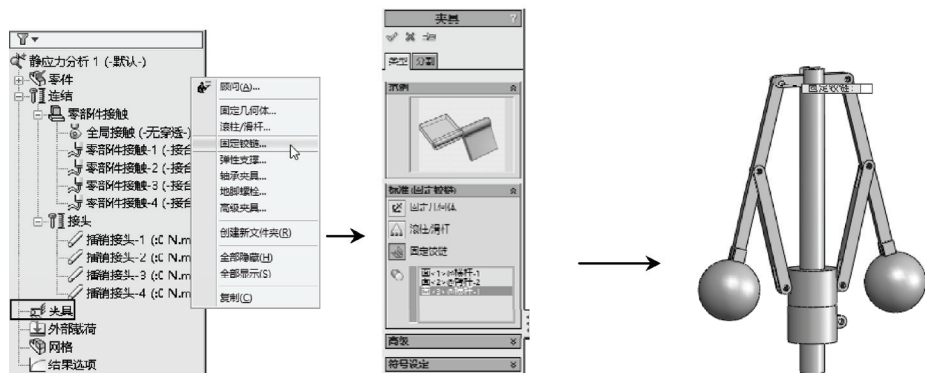

图 9-34 添加“固定铰链”夹具 1
STEP 8 右键单击“算例”树中“夹具”项，在弹出的快捷菜单中选择“固定铰链”菜单项，打开“夹具”属性管理器，然后选择“臂杆 2”和“横杆 1”连接处的圆孔面为对应连接的固定铰链面，添加铰链约束，如图 9-34 所示。